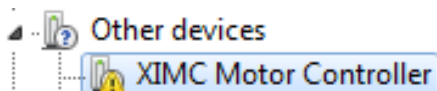

Рисунок 1. Отображение устройств в диспетчере устройств
5. После подключения устройства запустится автоматический поиск драйверов, который, завершится неудачей. Для установки драйверов найдите в «Диспетчере устройств» раздел «Другие устройства», в нем должно быть одно устройство EyePoint Signature Analyser (рисунок 1).